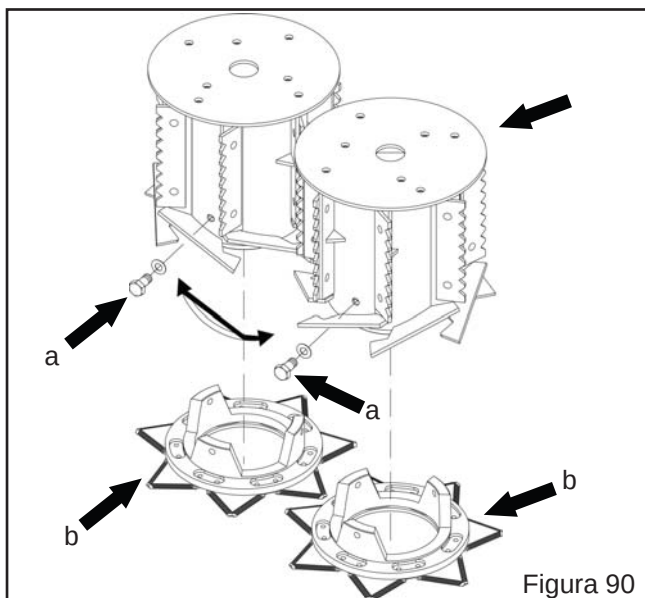

Figura 90
- Solte os parafusos ("a" Figura 90) que prendem os conjuntos ceifadores no cilindro;
- Retire os conjuntos ceifadores ("b" Figura 90) dos cilindros;
- Inverta a posição dos conjuntos ceifadores ("b" Figura 90) dos cilindros, da direita para esquerda e da vice-verso;